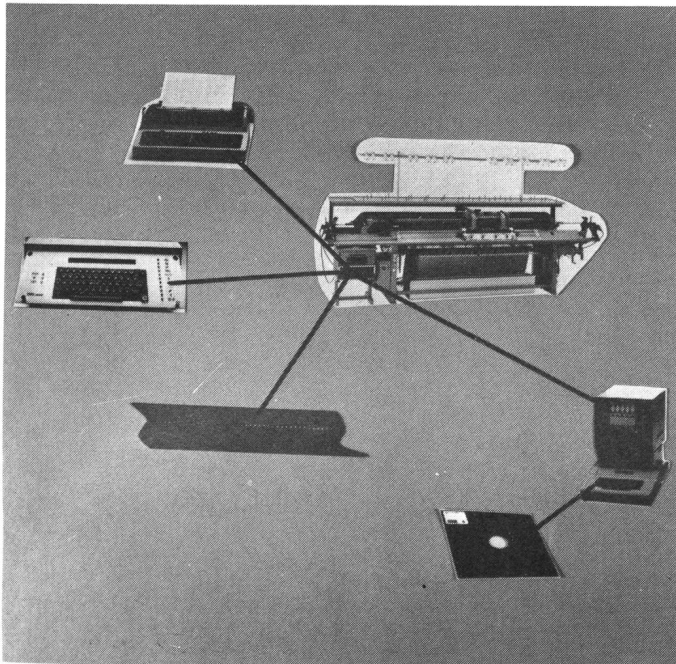

Abb. 3
- 4) über die VDU selectanit eingespielt. (Abb. 3)